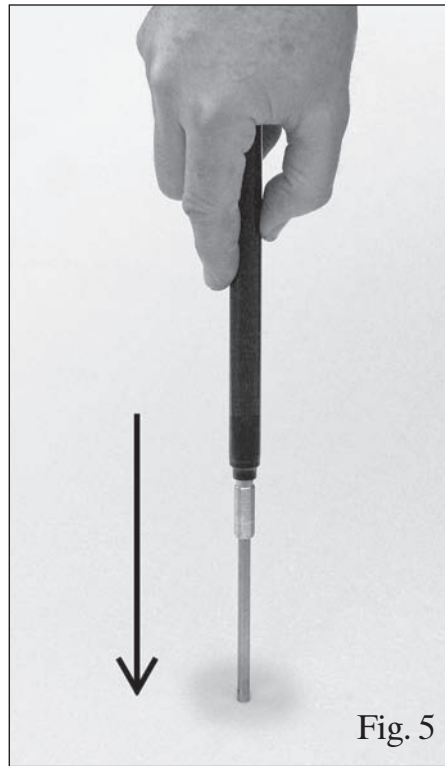

Fig. 5
10. Tryk stempelstangen (3) på den afkølede cylinder (1) ind ved at holde den imod gulv eller et bord – Fig.5